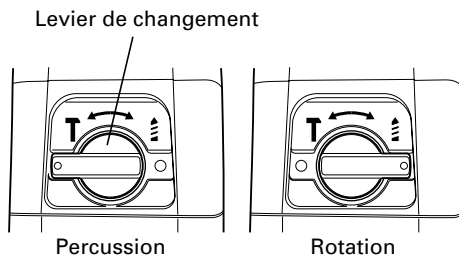

Fig. 7
9. Commutation: fonctionnement en PERCUSSION/fonctionnement en ROTATION (Fig. 7)
Lorsque l'on passe du mode de perceuse à percussion au mode de perceuse (Fig. 7), il se peut que le levier de changement ne tourne pas aisément. Dans ce cas, mettre l'outil sous tension et le faire fonctionner pendant quelques secondes.